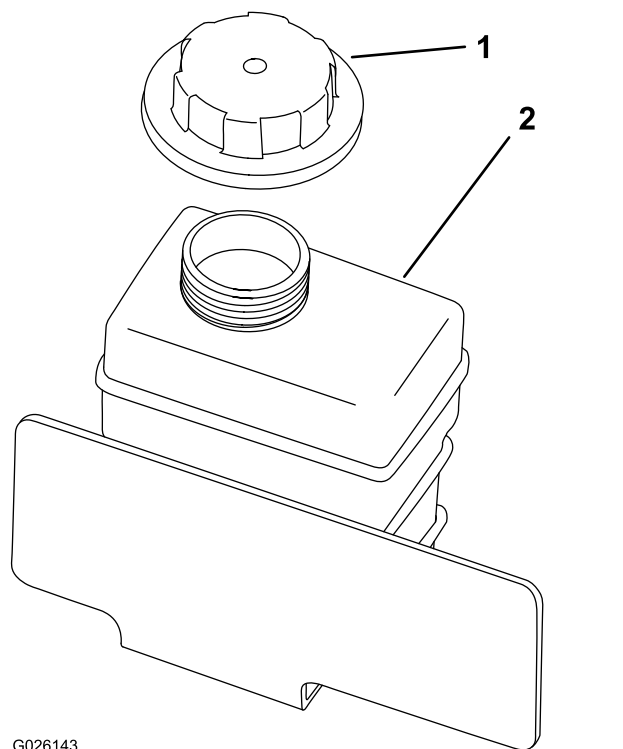

Figura 18
2. Controllate il livello del refrigerante nel serbatoio di riserva (Figura 18).